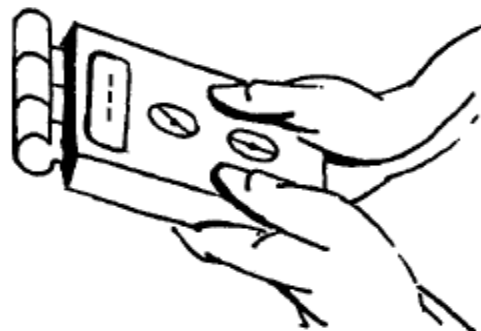

Fig. 1
Legen Sie den oberen Schalter von OFF zu SETTINGS CHECK um. Die Diode WOOD wird aufleuchten. Der LCD Bildschirm wird die Dichte und Stärke anzeigen, die bei vorangegangenen Messungen voreingestellt wurden. (z.B. 0.56 und 42). Halten Sie das Gerät in die Luft (Fig. 1), legen Sie den oberen Kontrollschalter
- halten Sie das Gerät in die Luft (Fig. 1) und legen Sie den oberen Schalter um zu MEASURE. Das Gerät wird sich automatisch kalibrieren. (das Display zeigt - - -) an. Das Ende der Messung wird mit der Nummer 4.0 (dem unteren Messbereich) angezeigt.
Legen Sie den oberen Schalter von OFF zu SETTINGS CHECK um. Die Diode BUILD.MAT wird aufleuchten. Der LCD Bildschirm wird die Dichte und Stärke anzeigen, die bei vorangegangenen Messungen voreingestellt wurden. (z.B. 1.6 und 50). Halten Sie das Gerät in die Luft (Fig. 1), legen Sie den oberen Kontrollschalter zu MEASURE um. Das Gerät wird sich automatisch kalibrieren.